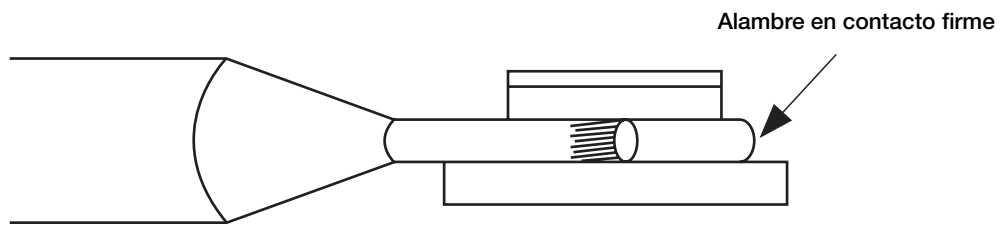

Figura 5.11. Apriete adicional del tornillo.
3. Apretar el tornillo media vuelta adicional para asegurar una conexión firme (véase figura 5.11).